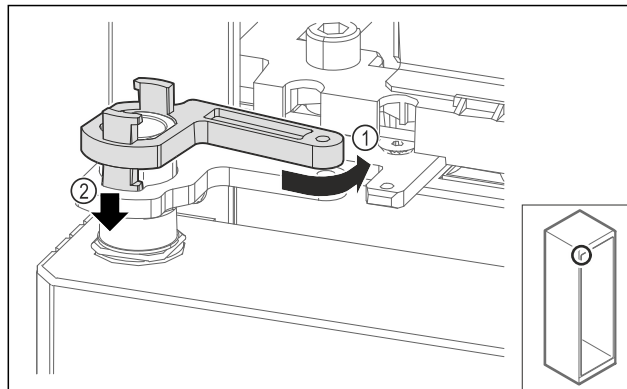

Fig. 67
- Kierrä laakerijalustan lukitusta hieman takaisin Fig. 67 (1), paina alaspäin Fig. 67 (2) ja lukitse saranakulmaan.